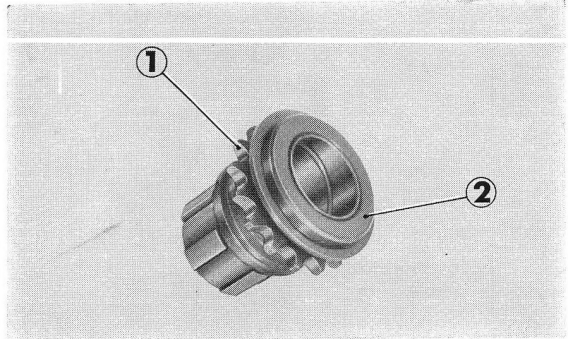

Figure 2-40 : ① pignon ② flasque du pignon entraîné terminal
4. Vérifier si le pignon secondaire d'entraînement n'est pas usé (figure 2-40).